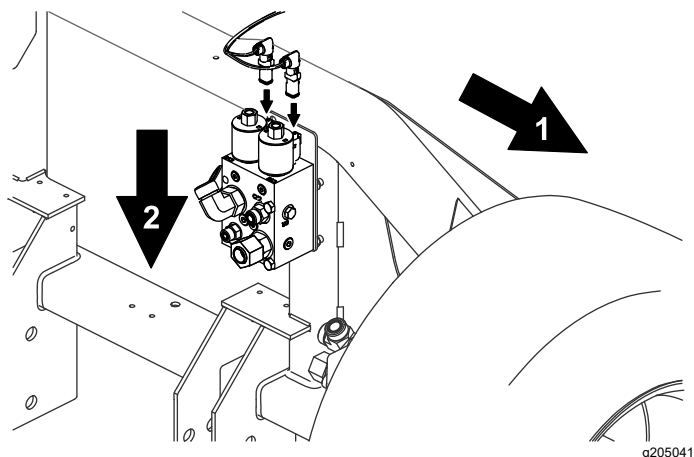

Figure 26
3. Faites passer les extrémités encore libres du faisceau autour du cadre inférieur, et reliez-les aux 2 bobines sur le collecteur du diviseur de débit, juste à l'intérieur de la roue avant droite (Figure 26).